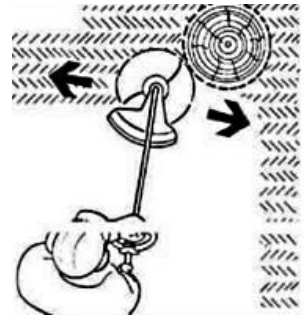

Рисунок 12
4.3.6 Тримерна жилка і котушка не повинні торкатись дротів, каміння, бордюрів, твердого покриття доріжок, огорож і подібних предметів, тому що це може призвести до передчасного зносу (укорочення) тримерної жилки, пошкодження котушки або отримання травм користувачем. Слідкуйте, щоб робочий інструмент не стикався зі стовбурами дерев, чагарників та інших насаджень для запобігання їх пошкодження (рис.12).